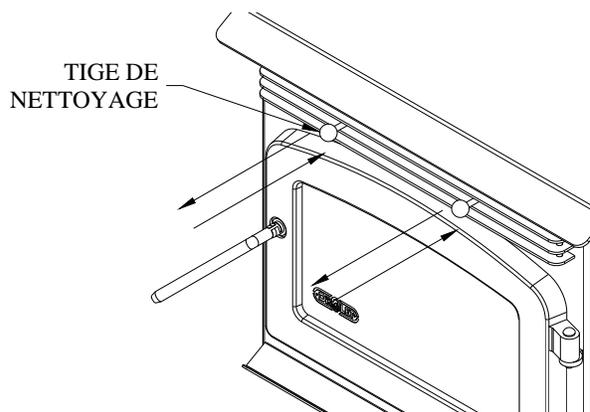

Figure 18
- a. **Tubes d'échangeur de chaleur** – Votre poêle ECO-35 possède un mécanisme de nettoyage des tubes de l'échangeur de chaleur intégré à l'appareil. Le nettoyage des tubes devrait se faire au moins une fois par semaine. Faites glisser la tige d'avant en arrière 3 à 4 fois (voir Figure 18). Lorsque cette opération est terminée, repoussez la tige.